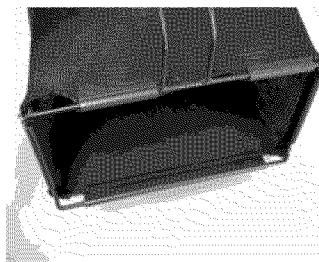

Figure 13 - Sac installé
3. Les attaches de plastique du sac en tissu se fixent à l'intérieur du cadre rectangulaire en fil métallique. Il y a deux attaches sur le dessus, une de chaque côté, et une autre dans le bas. (voir la Figure 13)